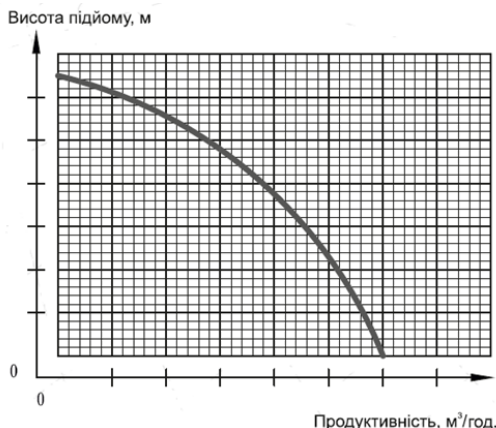

Рисунок 6. Форма графіка залежності параметрів напору та продуктивності.
- Враховувати форму залежності напірних характеристик насоса (рис. 6).